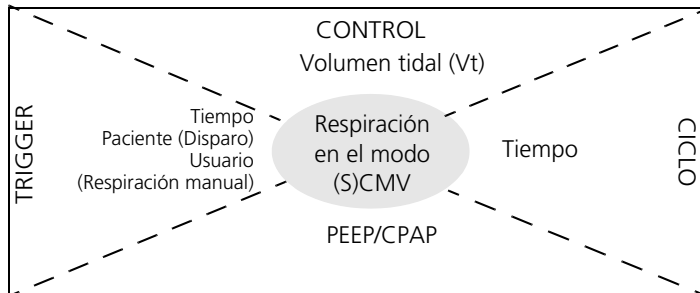

Figura B-1. Características del modo (S)CMV
El modo (S)CMV proporciona únicamente respiraciones mandatorias controladas por volumen. El valor del volumen tidal (V_t) define el volumen suministrado (Figura B-1). Los valores de la frecuencia y del tiempo respiratorio (consulte la Sección H.5) definen el tiempo del ciclo respiratorio. Las respiraciones pueden ser activadas por el ventilador, el paciente o el usuario.